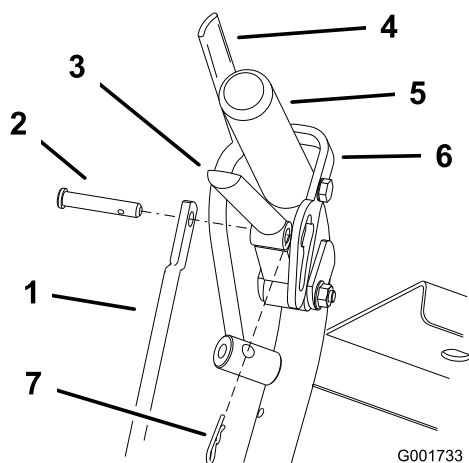

Рисунок 39
1. Отрегулируйте длину тяги управления, отпустив рычаг привода и сняв игольчатый шплинт и шплинтуемый штифт. Поверните тягу в ее опоре (Рисунок 39).
4. Установите шплинтуемый штифт в рычаг привода (Рисунок 39).
- Установите игольчатый шплинт в шплинтуемый штифт и между рычагом привода и фиксатором нейтрального положения (Рисунок 39).